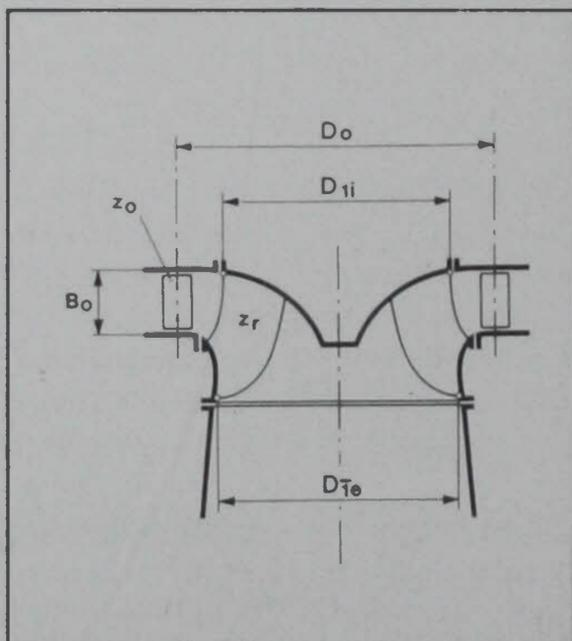
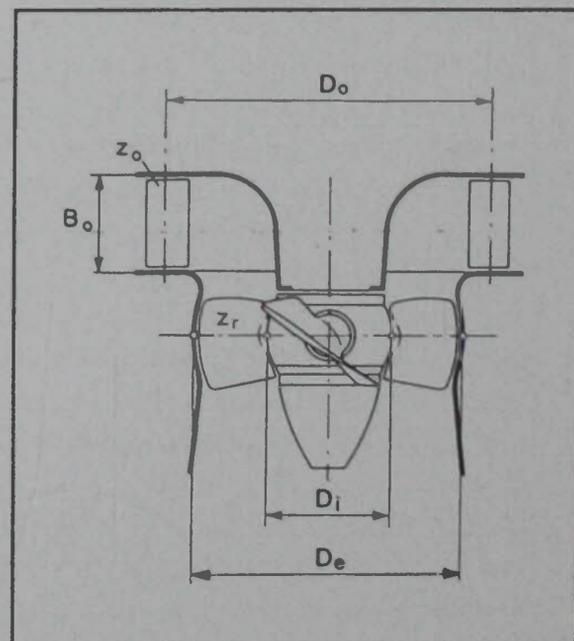
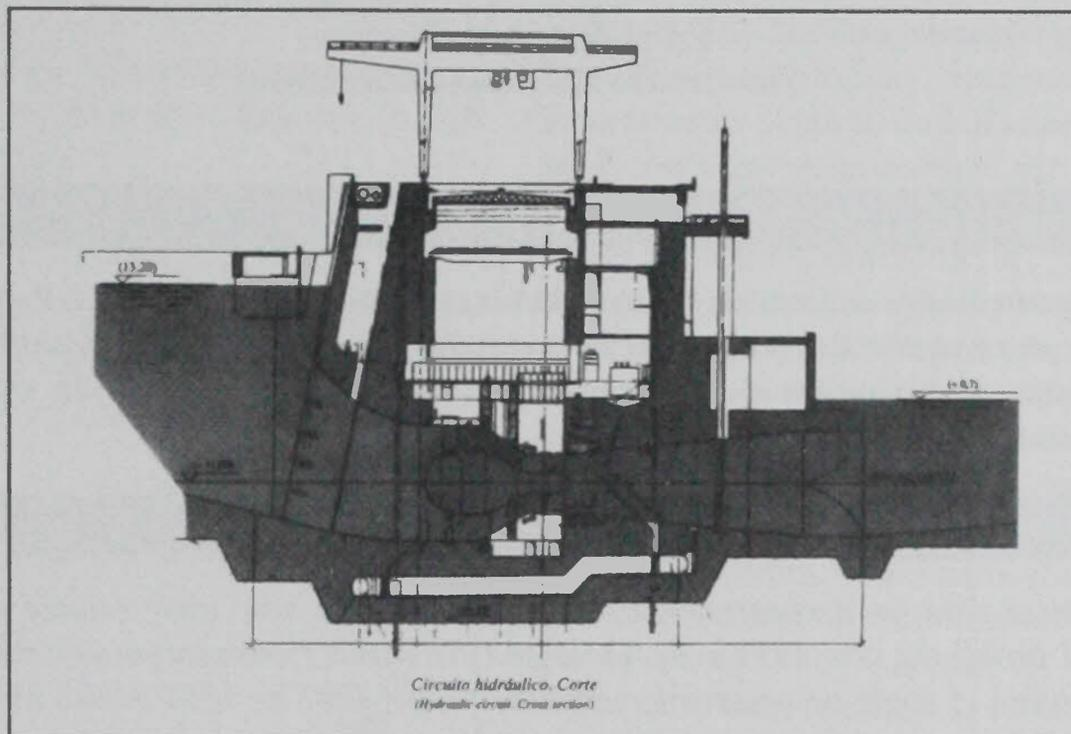

Fig.2 - Dimensões principais da turbina Francis
Fig.3 - Dimensões principais da turbina Kaplan
Fig.4 - Circuito hidráulico da barragem de Crestuma.
- Diâmetro do jacto Pelton nas condições nominais (Fig. 3):  $D_0$  (m).
- Diâmetro da intersecção da extremidade do lado de baixa pressão (a jusante) com a cintura da roda Francis (Fig. 2):  $D_{le}$  (m).
- Diâmetro da intersecção da extremidade do lado de alta pressão (a montante) com o tecto da roda Francis (Fig. 2):  $D_{li}$  (m).
- Diâmetro da circunferência dos munhões das pás orientadoras das turbinas Francis (Fig. 2) e Kaplan (Fig. 3):  $D_0$  (m).
- Diâmetro da roda Kaplan (Fig. 3), hélice ou bolbo (Fig. 4)  $D_e$  (m).
- Diâmetro do núcleo da roda Kaplan (Fig. 3) ou bolbo:  $D_1$  (m).
- Altura do distribuidor nas rodas Francis (Fig. 2) e Kaplan (Fig. 3):  $B_0$  (m).
- Número de pás da roda Francis (Fig. 2) ou Kaplan (Fig. 3):  $z_r$ .
- Número de pás orientadoras da turbina Francis (Fig. 2) ou Kaplan (Fig. 3):  $Z_0$ .
Este aproveitamento hidroelétrico da EDP dispõe de 3 turbinas tipo bolbo (Fig. 4) de 43 MW, cujas características se apresentam nos Quadros 1 e 2, tendo sido fabricadas em Portugal pela Sorefame, com concepção francesa da Neyrpic.